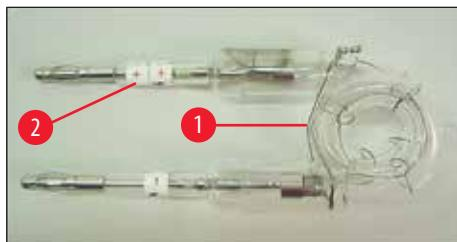
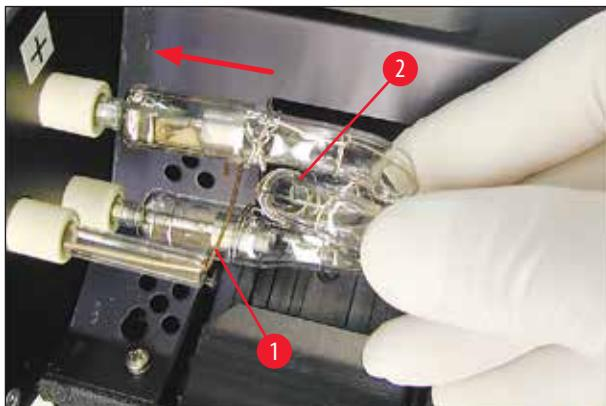

图 21
图 23
2. 将新的闪光灯泡("图 21")插入插座("图 20-3")；然后小心地尽可能将其向里推("图 23") (不再能看到极性标记(+))。如有必要，轻轻地上下移动闪光灯泡。